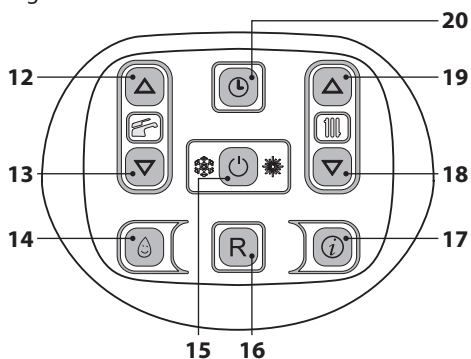

Figura 2.7
- Tenere premuto per 2 secondi il tasto 15 fino a far apparire sul display il simbolo  Figura 2.7.
La temperatura dell'acqua calda di mandata riscaldamento è regolabile agendo sui tasti 18 (diminuzione) e 19 (aumento) (Figura 2.7) da un minimo di circa 25°C ad un massimo di circa 80°C. Alla prima pressione di uno dei due tasti si ha la visualizzazione del valore di "set",
Comunque se la temperatura ambiente non dovesse essere confortevole si può aumentare o diminuire la temperatura di mandata dell'impianto riscaldamento di $\pm 15^\circ\text{C}$ agendo sui tasti 18 (diminuzione) e 19 (aumento) (Figura 2.7).